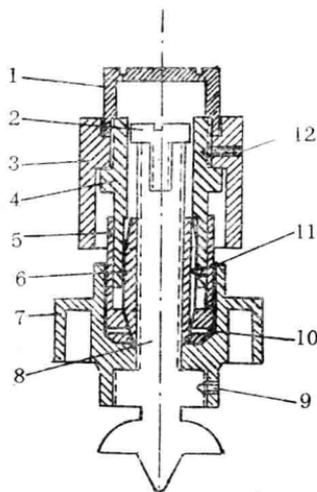

图 1-6 安平螺旋结构图
3. 要拆卸安平螺旋, 则先用两脚扳手旋去其护盖(图1-6之1), 此时可以从安平螺旋套管中看到防脱倒牙螺钉(图1-6之2), 将它向顺时针方向旋出后, 就可以将安平螺旋螺杆(图1-6之8)向逆时针方向旋出。要拆卸手轮, 则旋去其紧定螺钉(图1-6之9), 将螺杆用两块檀木夹着钳在台钳上, 将手轮向逆时针方向用力旋出。
4. 要拆卸枣形螺母(图1-6之6), 则旋去调节压圈(图1-6之5), 再略微旋松螺母的一个定位螺钉(图1-6之11), 此时就可以将枣形螺母取出。要拆卸套管, 则旋松紧定螺钉(图1-6之12), 就可以用两脚扳手, 将套管(图1-6之4)向下方向旋出。